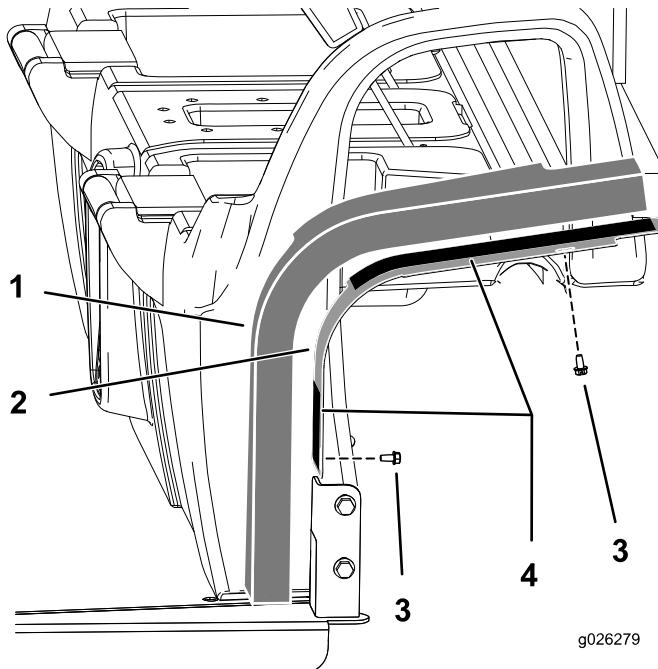

Figure 6
- Fixez les panneaux latéraux sur la cabine avec 4 boulons (1/4 po), comme montré à la Figure 6.
- Retirez la pellicule protectrice du ruban adhésif double face sur les plaques de montage (Figure 6).
- Montez les panneaux en mousse sur l'ensemble (Figure 6).